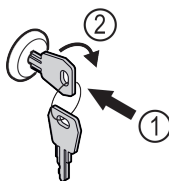

Fig. 161
- ▶ Klíč zasuňte dovnitř. Fig. 161 (1)
- ▶ Otáčejte klíčem o 90° ve směru hodinových ručiček. Fig. 161 (2)